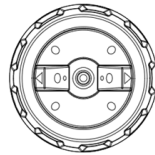

Рис. 7
- вертикальная плоская струя (рис. 7).